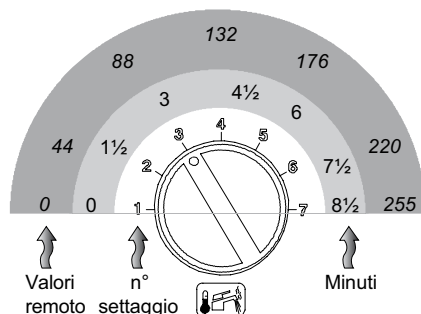

Figura 5.81
Per visualizzare il settaggio impostato tenere premuto il pulsante di ripristino 6 per circa 5 secondi. Le spie di segnalazione 3 in Figura 5.71 lampeggeranno un numero di volte pari al settaggio (Figura 5.81).
- Per cambiare il settaggio ruotare la manopola regolazione temperatura sanitari 4 in Figura 5.71 e posizionarla sul tempo prescelto Figura 5.81 (nella figura es.manopola settata per frequenza di riaccensione di tre minuti), la lampada di segnalazione blocco 7 lampeggia velocemente.